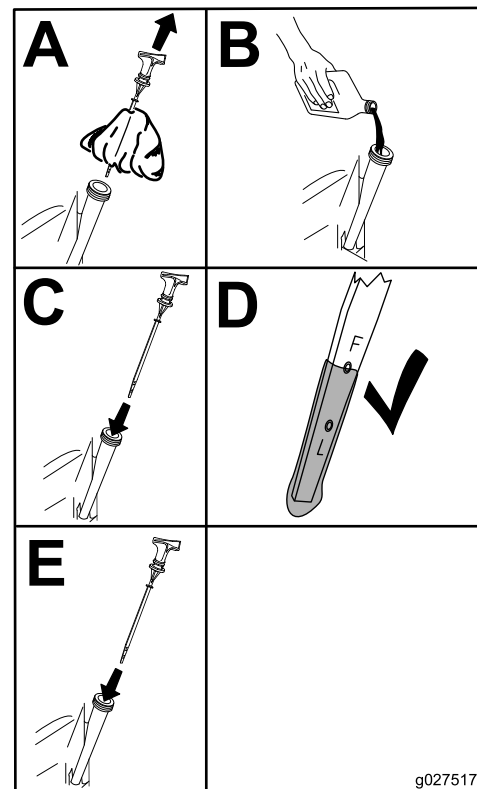

Figure 63
6. Versez lentement environ 80 % de l'huile spécifiée dans le tube de remplissage, puis faites l'appoint lentement jusqu'à ce que le niveau atteigne le repère maximum (Full) (Figure 63).